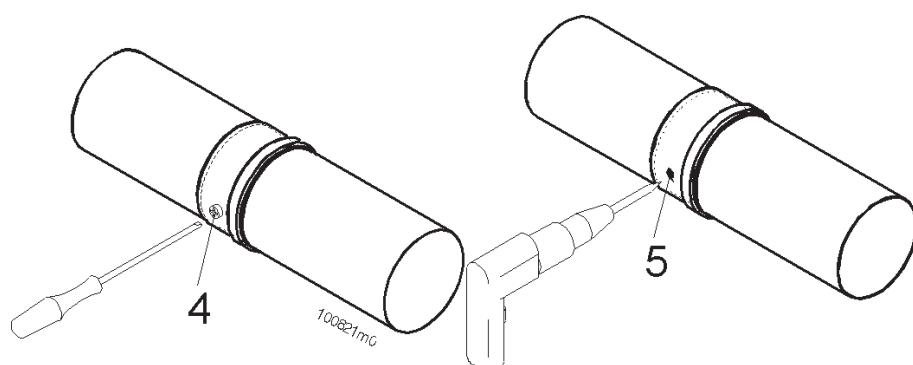

Figura 19 - Fissaggio dei condotti di scarico ed aspirazione
**ATTENZIONE !!!** Assicurate meccanicamente gli incastri fra i vari elementi componenti il condotto di scarico e di aspirazione, mediante l'utilizzo di viti di fissaggio o sistemi equivalenti. Vedi figura 19.